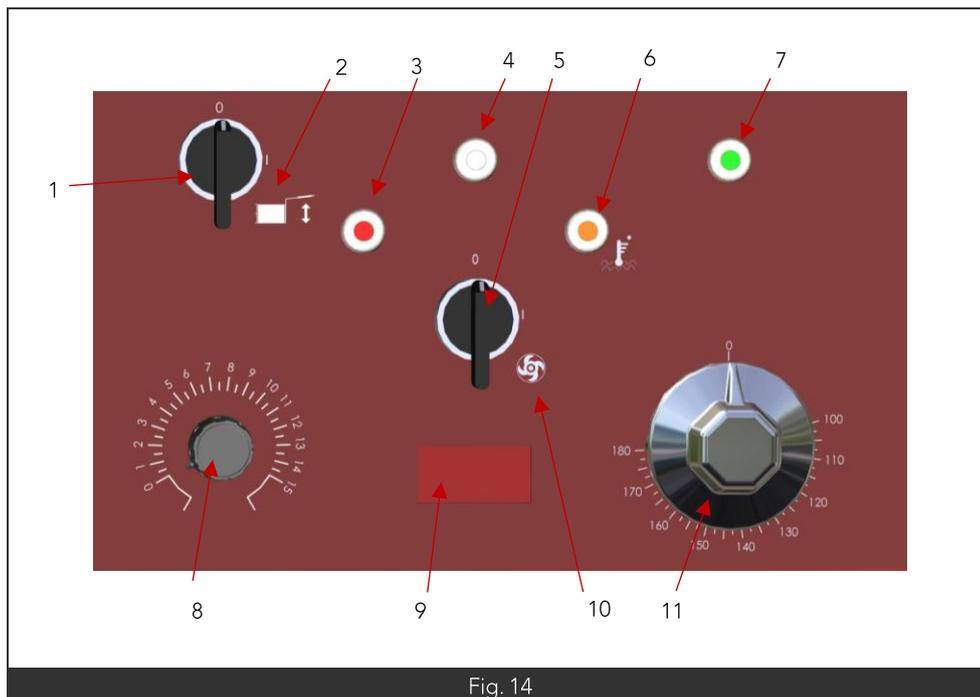

Fig. 14
- L'appareil étant sous tension le voyant blanc est allumé (Fig14 Rep4)
- Mettre le commutateur sur la position marche (Fig14 Rep1)
- Sélectionner la température désirée en agissant sur le bouton du thermostat (Fig14 Rep11), le voyant vert s'allume (Fig14 Rep7) l'appareil est en chauffe.
- Mettre le commutateur sur la position « 1 » (Fig14 Rep2).
- L'affichage se fait sur le lexan (Fig14 Rep9) et la température se règle avec le potentiomètre (Fig14 Rep8)
- Lorsque vous avez sélectionné votre température le voyant vert s'allume. (Fig14 Rep7).
- Mettre le commutateur de la pompe en position marche (Fig14 Rep5)
- Le voyant rouge s'allume (Fig14 Rep3).
- Agir sur le commutateur position réarmement (Fig14 Rep10).